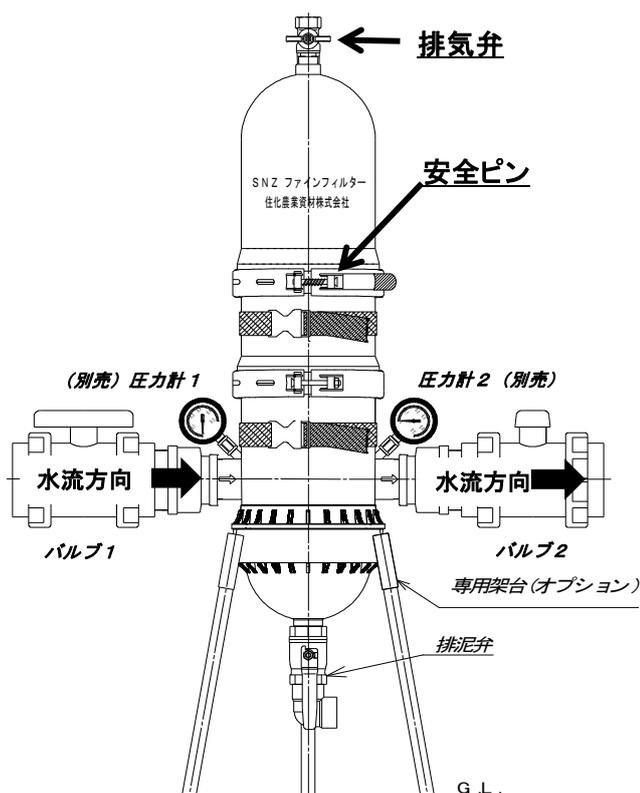

図1. ファインフィルター取付方法
- 2) 必ずフィルターの排気弁が上向き(ハウジングの印刷文字が読める方向)になる様にと取付けてください。(図1)
- 1) バックルに安全ピンが確実に挿入されていることを確認してください。(図1)
- 2) バルブ1を閉めた状態で、送水ポンプを起動してください。(図1)
- 3) 排気弁を開いた状態で、バルブ1をゆっくり開き、フィルタ内部に通水してください。(図1)
圧力計1にて適正使用圧力(0.5MPa(5.1kg/cm2)以下)であることを確認してください。(図1)
- 5) バルブ2を開き、2次側に送水してください。(図1)